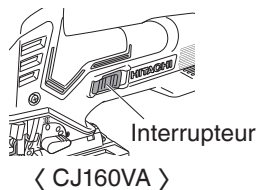

Fig. 10
13. Fonctionnement de l'interrupteur (Fig. 10)